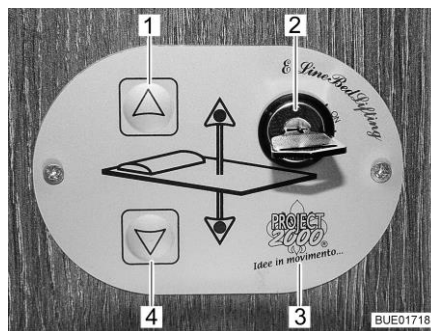
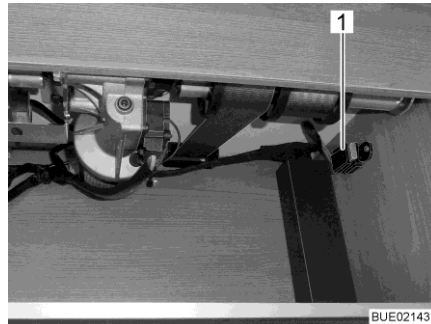

Bild 144 Kontrollenhet
Bild 148 Säkring
Med knapparna (Bild 144,1 och 4) på kontrollenheten (Bild 144,3) sänks och lyfts den höjbara sängen. Med nyckelbrytaren (Bild 144,2) säkras kontrollenheten mot obehörig användning.
- Vrid nyckeln i nyckelbrytaren (Bild 144,2) 90° medurs. Kontrollenheten (Bild 144,3) är aktiverad.
- Tryck på pilknappen (Bild 144,4) och håll den så länge intryckt till den höjbara sängen sänks ned till önskad position.
- Tryck på pilknappen (Bild 144,1) och håll den så länge intryckt till den höjbara sängen lyfts fram till gränsställningen.
Nöddrift Om den höjbara sängen inte längre går att flytta med pilknapparna (Bild 144,1 och 4), skall du först kontrollera säkringen i det bakre väggskåpet (Bild 148,1). Om säkringen är ok och den höjbara sängen ändå inte går att flytta, kan den höjbara sängen manövreras manuellt.